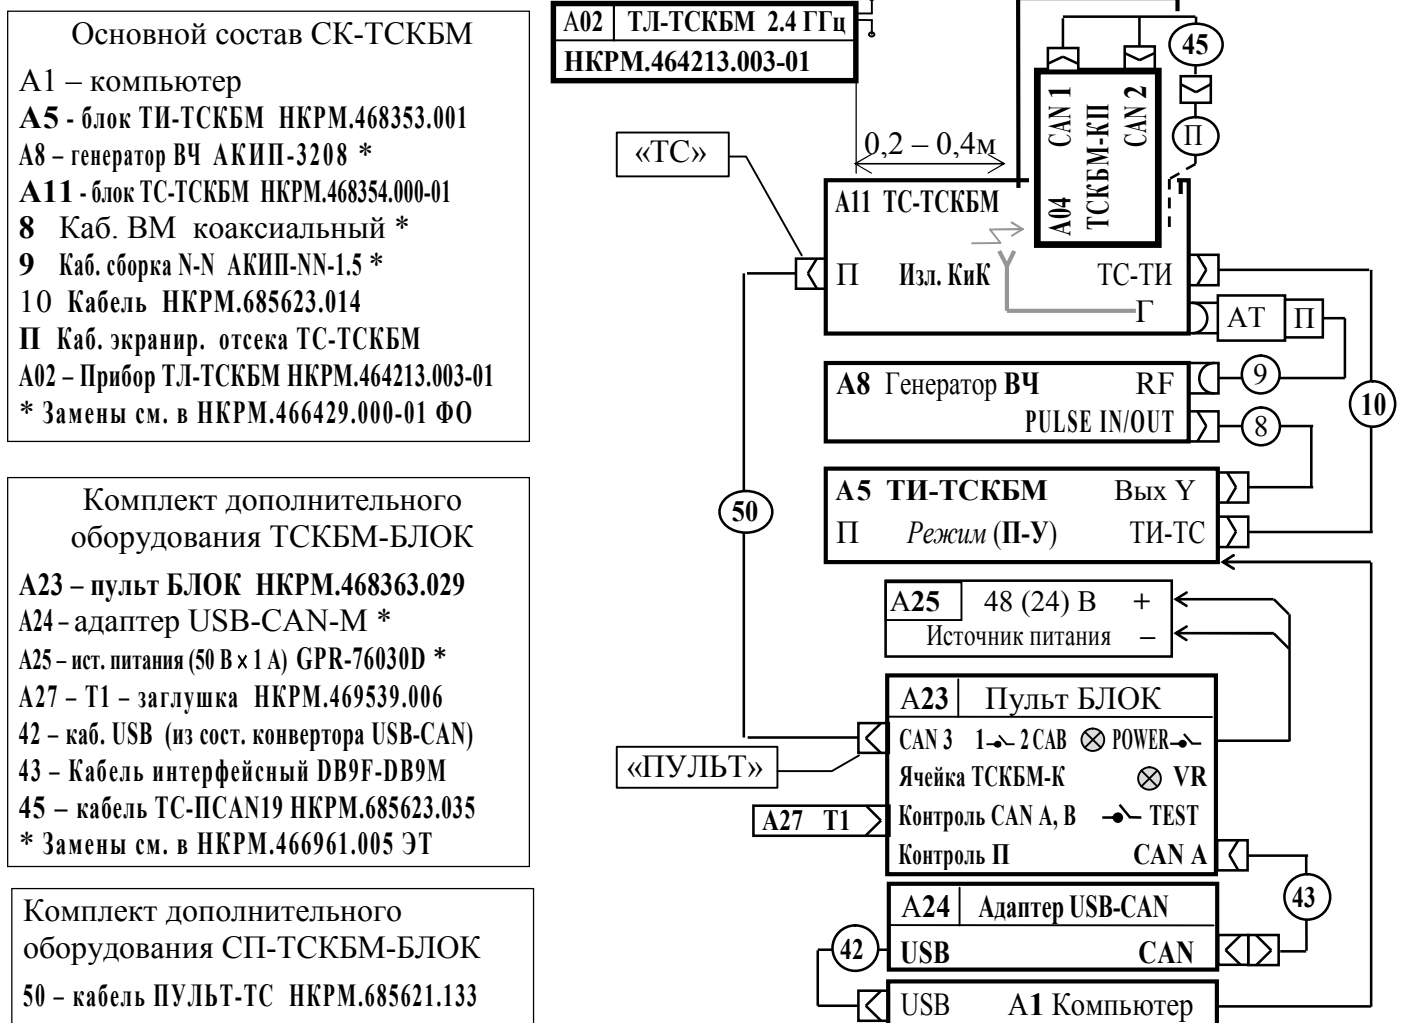

Рисунок 2.4.14.7 - Схема проверки СВЧ части блока ТСКБМ-КП всех исполнений
3) Установите блок ТСКБМ-КП в экранированный отсека блока ТС-ТСКБМ и подключите его с использованием кабеля ТС-ПСАН19 к кабелю П отсека, см. рисунок 2.4.14.7. Дверца экранированного отсека закрывается и запирается винтами на дверце. Убедитесь, что напряжение источника питания А25 соответствует исполнению блока ТСКБМ-КП и включите пульт БЛОК, установкой тумблера «POWER» в положение «1».